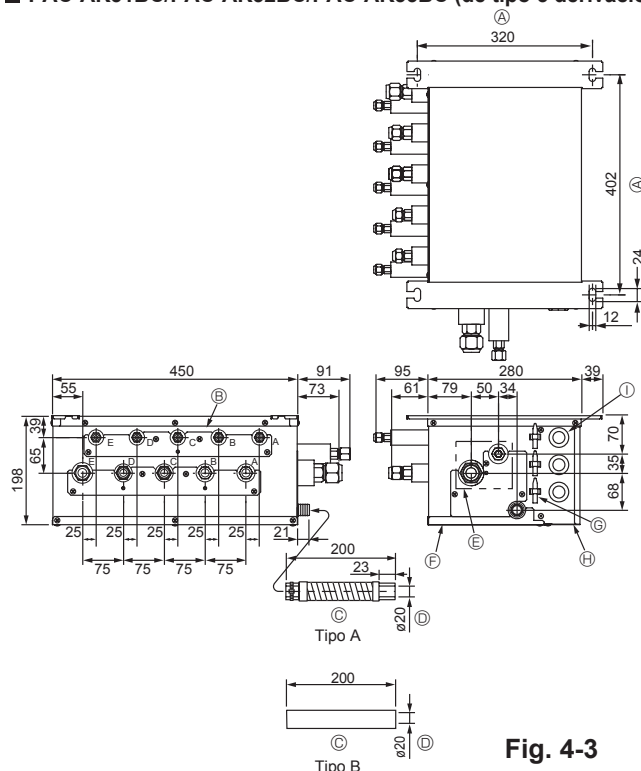

Fig. 4-3
■ PAC-AK51BC/PAC-AK52BC/PAC-AK53BC (Fig.4-3)
- (1) Instale los pernos de suspensión (adquiridos localmente) con la separación especificada (Fig. 4-3, 4-4).